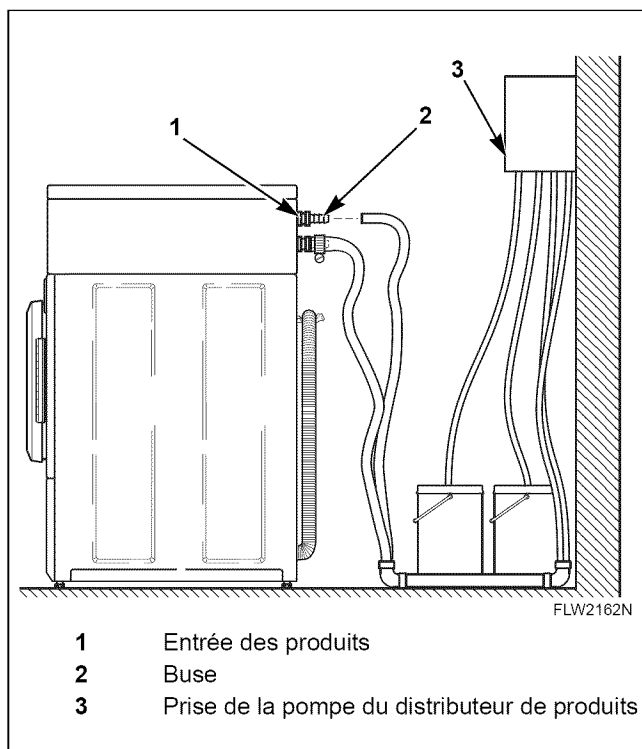

Figure 11
2. Fixer les buses à l'arrière de la machine à laver. Point de connexion situé sur le châssis, au-dessus du robinet mélangeur d'eau. Se reporter à la *Figure 11*.
3. Connecter les tuyaux de distribution aux buses et les fixer à l'aide de colliers de serrage (à se procurer chez un fournisseur local). Se reporter à la *Figure 11*.